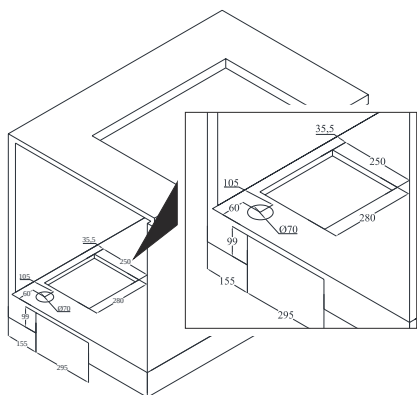

Fig. 9
- 4.** ▶ Följ måtten på ritningen för montering av motorn i sockeln (Fig. 9).